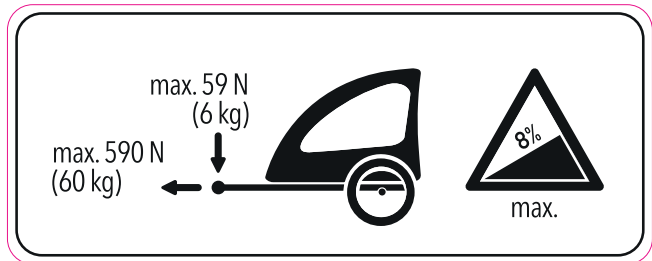

Figura 74:
- Figura 74: Placa indicadora de remolque, 140